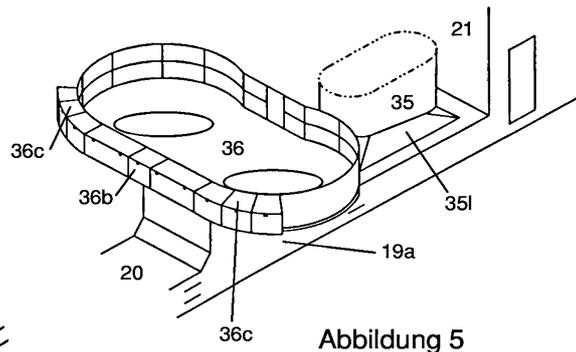

Abbildung 5
**Bauteilgruppe 36** (mittlerer Flak-Stand) auf Bogen 1b, Abbildung 5